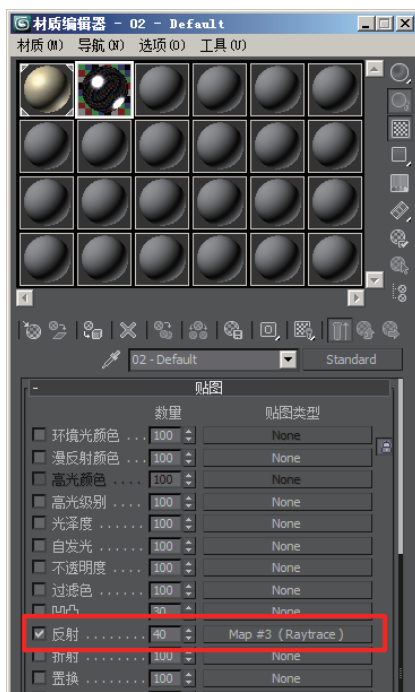

图2-46 反射的强度
(5) 在“贴图”卷展栏下选中“反射”复选框，强度为40，如图2-46所示。